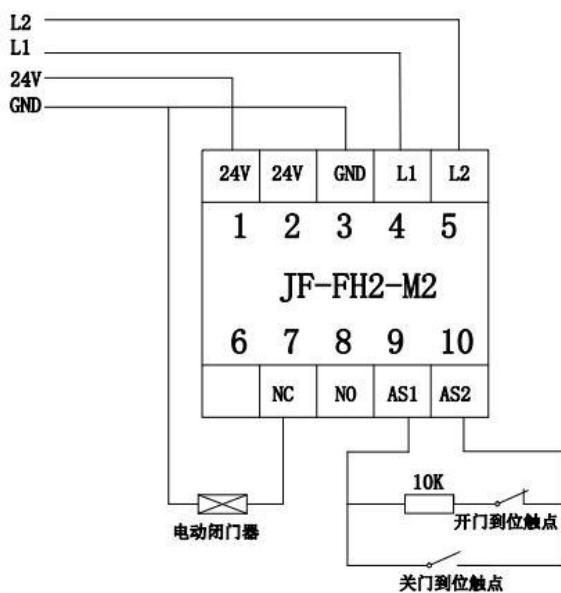

图 3 接线示意图
- ◆ 持续输出 DC24V: NC(端子 7)、GND（端子 3）：接被控设备。模块正常监视时，NC 端持续输出 DC24V，启动后，O1 端停止输出 24V。接线方式见图 3。